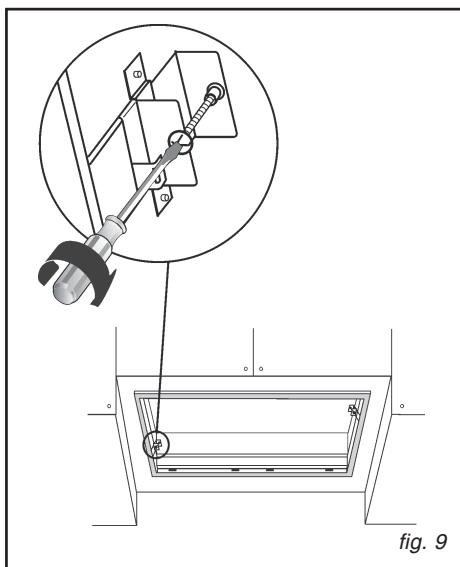

fig. 9
- MONTAGE DU MODELE SHG879 (Fig.9): serrez les deux vis situées à l'intérieur de l'appareil jusqu'à ce que l'appareil adhère au fond de l'élément haut. Eviter de visser trop fort les deux vis de
- MONTAGE DU MODELE SHG879 (Fig.9): serrez les deux vis situées à l'intérieur de l'appareil jusqu'à ce que l'appareil adhère au fond de l'élément haut. Eviter de visser trop fort les deux vis de manière à ce que les petits étriers métalliques restent en position correcte.